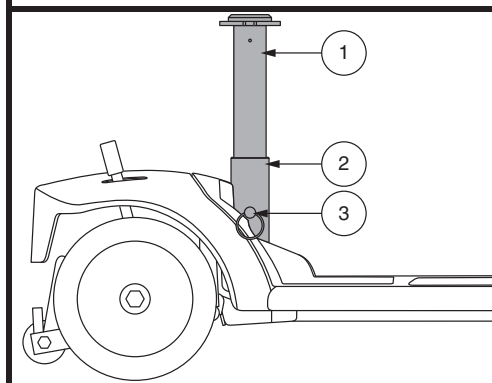

Figura 19. Regolazione dell'altezza del sedile
È possibile posizionare il sedile ad altezze differenti. Vedere figura 19.
2. Rimuovere il montante della sella da Travel Scooter staccando il perno di fermo dalla parte inferiore del reggisella, poi sollevare il montante ed estrarlo da Travel Scooter. Vedere figura 19.